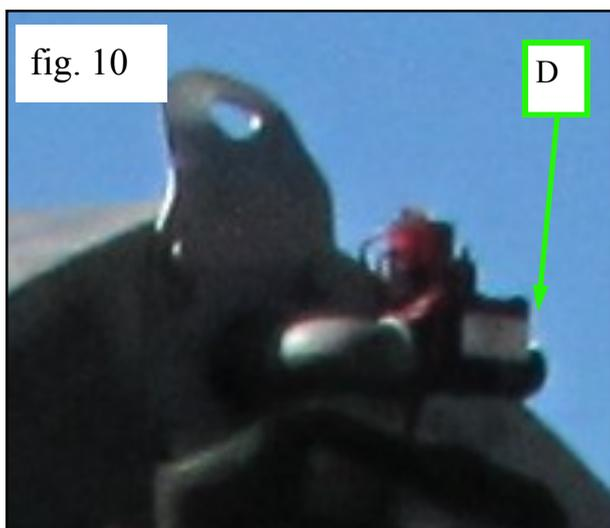

fig. 10
7) Allacciare il tubo d'alimentazione dell'acqua alla valvola di lavaggio in fondo al tubo D fig. 10.